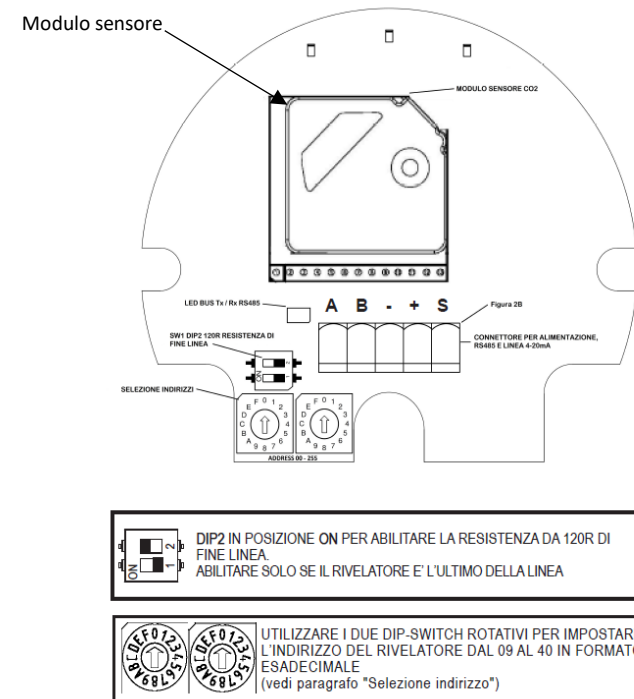

Figura 2: Vista interna
L'ultimo rivelatore collegato alla fine della linea seriale deve avere una resistenza di fine linea (E.O.L.) da 120 Ohm. La resistenza di E.O.L. è integrata in tutti i rivelatori, deve essere abilitata sull'ultimo tramite il DIP2 del dip-switch SW1 (vedi particolare di Figura 2)
- Rimuovere il modulo sensore (vedere la Figura 2).